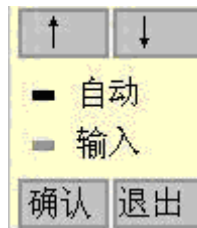

图 5.17 判定方式选择
1、判定方式：用户在按下[确定]键时，会弹出图 5.17 的界面，用户可以选择是自动还是输入。自动是指在分析计算时，按照相关的规范，由仪器的软件自动分析计算，输入是指在对检测数据进行分析计算时，用户自己输入异常判定值。当用户选择输入时，用户可以自己输入声速和波幅的异常判定值。